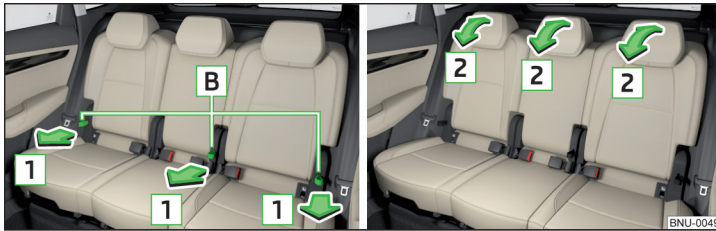

Abb. 87 Neigung der Sitzlehne einstellen
- › An der Schlaufe **B** in Pfeilrichtung **1** ziehen » Abb. 87 und die Sitzlehne in Pfeilrichtung **2** drücken. Die Verriegelung muss hörbar einrasten.